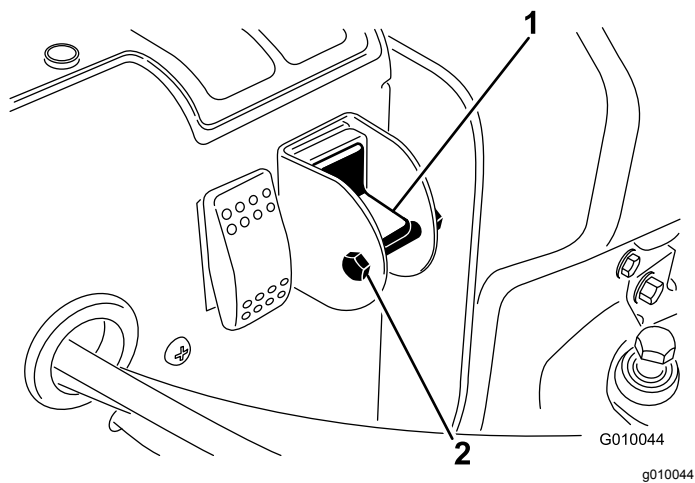

図 30
- セレクトスイッチのロック用ボルトとナットを外す **図 30**。